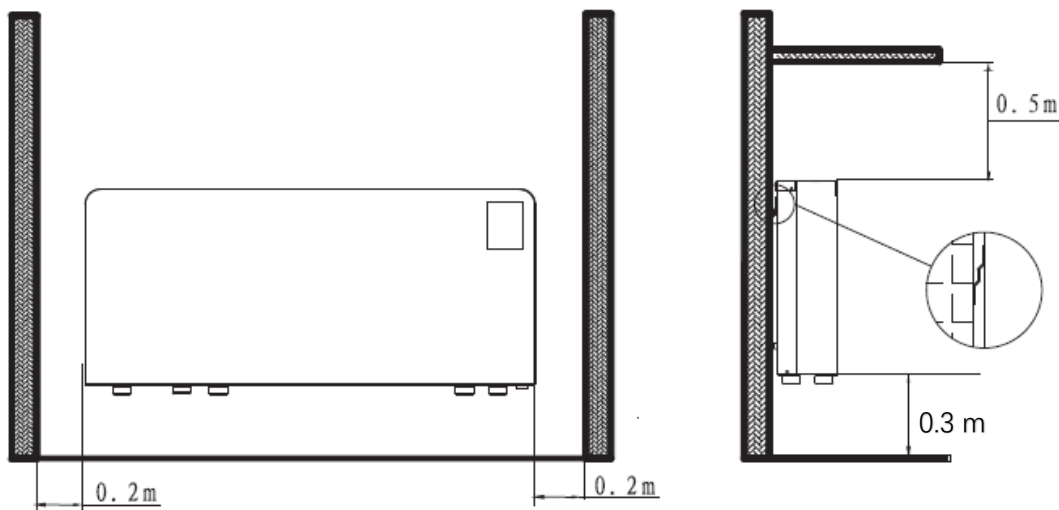

Fig.5
4.3.2  La figure 5 indique les distances minimales de montage entre le déshumidificateur de piscine mural et les meubles de la pièce.
The Figure 5 shows the minimum mounting distances between the wall-mounted pool dehumidifier and the furniture in the room.
Abbildung 5 zeigt die Mindestabstände für die Montage zwischen dem wandmontierten Schwimmbadentfeuchter und den Möbeln im Raum.